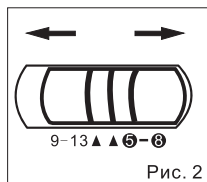

Рис. 2
1. Переключите регулятор в нужный вам диапазон затемнения (см рис.2).